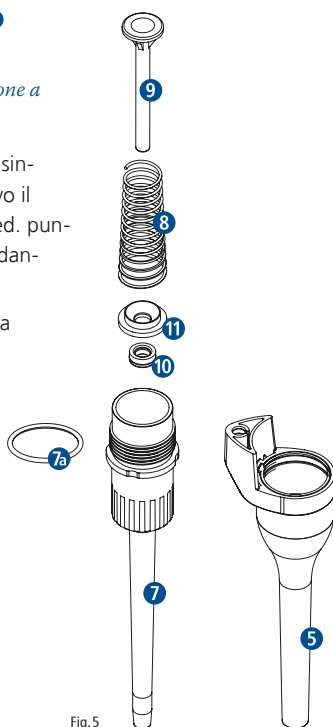

Fig. 5
- Togliere l'O-ring **7a** la molla **8** e il pistone **9** (Fig. 5).
- Togliere l'anello di supporto **11** (solo per modelli da 100 µl, 200 µl e 1000 µl) (Fig. 5).